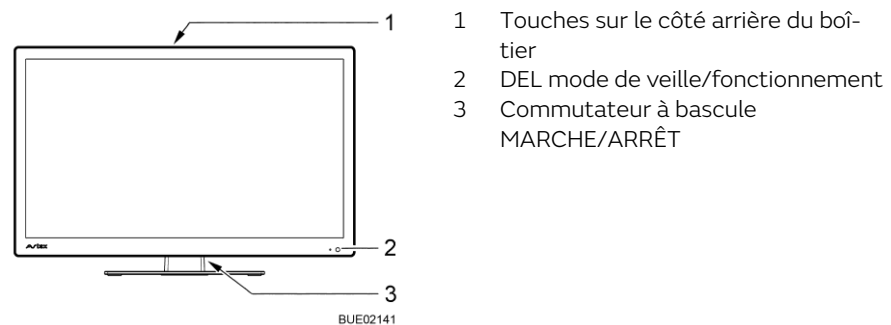
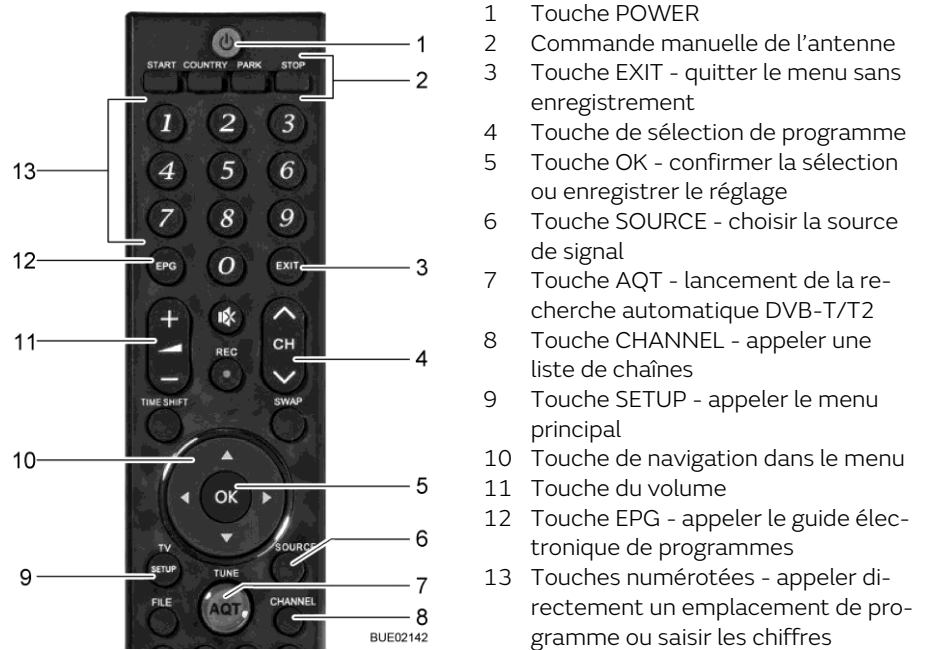

Fig. 44 Commande à l'écran plat
Fig. 45 Télécommande
- Positionner le commutateur à bascule (Fig. 44,3) en face arrière de l'écran plat sur MARCHE. Le système passe dans le mode de veille. La DEL (Fig. 44,2) s'allume en rouge.
- Appuyer sur la touche POWER (Fig. 45,1) de la télécommande. La DEL (Fig. 44,2) s'allume en bleu.
- Appuyer sur les touches de sélection de programme (Fig. 45,4 ou Fig. 45,13) jusqu'à ce que le programme de télévision désiré soit choisi.
- Appuyer sur la touche SOURCE (Fig. 45,6) jusqu'à ce que la source de signal désirée soit choisie.
- Appuyer sur la touche PARK (Fig. 45,2). L'antenne se met en position rangée.
- Appuyer sur la touche SOURCE (Fig. 45,6) jusqu'à ce que la source de signal désirée (telle que DVD) soit choisie.
- Appuyer sur la touche POWER (Fig. 45,1) de la télécommande. Le système passe dans le mode de veille. La DEL (Fig. 44,2) s'allume en rouge.
- Positionner le commutateur à bascule (Fig. 44,3) en face arrière de l'écran plat sur ARRÊT.